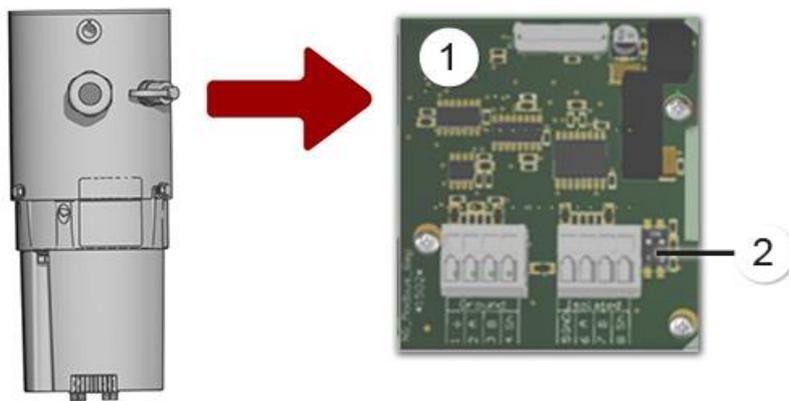

Abbildung 8: Übersicht des Modbus RTU Moduls im FireGuard 2 Integral
- Wenn das Photometer als Endgerät eingesetzt wird, muss auf dem Modbus-Modul der DIL-Schalter S2/1 eingeschaltet (ON) sein (Abbildung 8, Pos. 2). Für das Einstellen der DIL-Schalter muss das Gehäuse gemäss dem Kapitel 5.6 vom Elektronikteil entfernt werden.